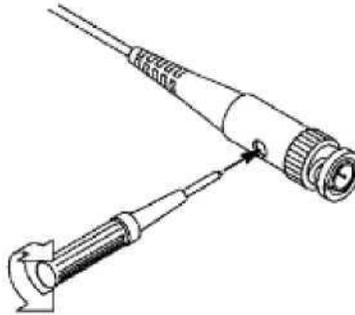

Abbildung 3-7 Einstellen des Tastkopfs
2. Prüfen Sie die angezeigten Wellenformen und justieren Sie den Tastkopf, bis eine korrekte Kompensation erreicht ist (siehe *Abb. 3-6* und *Abb. 3-7*).